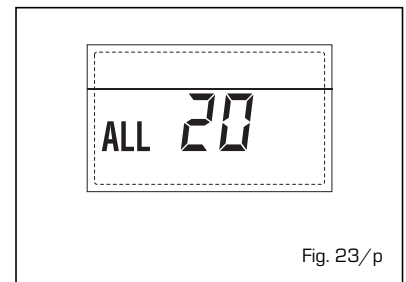

Fig. 23/p
- DELIVERY PROBE BREAKDOWN ANOMALY FIRST MIXED ZONE "ALL 21" (fig. 23/q)